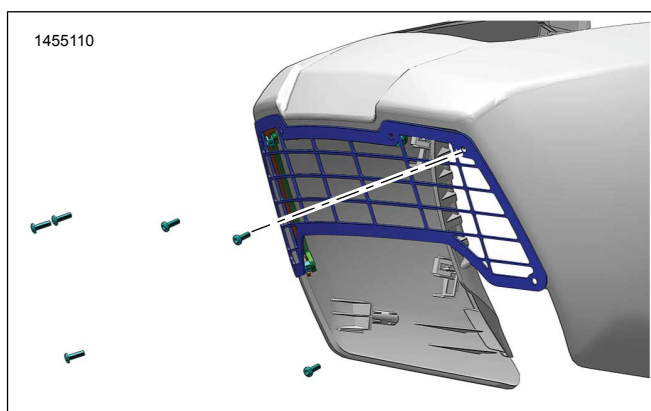

Figure 12.
12. Voir la figure 12. Soulever soigneusement la grille et le carénage pour avoir accès aux trous de la vis dans la grille.
13. Poser les vis (1). Serrer à la main.